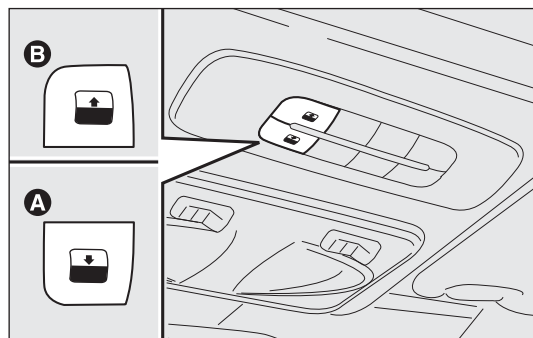

fig. 65
Le toit ouvrant panoramique vitré est composé de deux panneaux de verre dont l'un est fixe et l'autre mobile. Ils sont équipés de deux stores (à l'avant et à l'arrière) actionnés manuellement. Les stores peuvent être utilisés soit en position « entièrement fermée », soit en position « entièrement ouverte » (il n'existe pas de positions fixes intermédiaires). Pour ouvrir les stores : saisir la poignée A-fig. 65, et l'accompagner dans le sens indiqué par les flèches jusqu'à la position « entièrement ouverte ». Pour les refermer, effectuer les mêmes opérations en sens inverse. Pour le fonctionnement du toit ouvrant, tourner la clé de contact sur MAR. Les commandes A-B fig. 65 qui se trouvent sur une planche dédiée près du plafonnier avant, commandent les fonctions d'ouverture et de fermeture du toit ouvrant.
Appuyer sur le bouton B-fig. 65 et maintenir la pression ; le panneau en verre avant se déplacera en position « becquet » ; appuyer de nouveau sur le bouton B-fig. 65 et, en agissant sur la commande pendant plus d'une demi-seconde, la vitre du toit s'ouvrira automatiquement jusqu'à sa fin de course ; la vitre du toit peut être arrêtée dans une position intermédiaire en agissant de nouveau sur le bouton.
À partir de la position d'ouverture complète, appuyer sur le bouton A-fig. 65 et, si l'on agit sur le bouton pendant plus d'une demi-seconde, la vitre avant du toit se déplacera automatiquement en position « becquet » ; en agissant de nouveau sur le bouton, la vitre du toit s'arrête dans une position intermédiaire ; appuyer de nouveau sur le bouton A-fig. 65 et maintenir la pression jusqu'à la fermeture complète du panneau.
- ☐ appuyer sur le bouton A-fig. 65 en position de fermeture ;